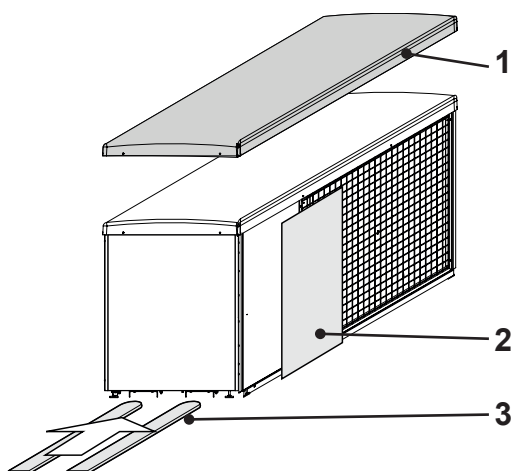

Fig. 06
- Svitare e rimuovere il coperchio della pompa di calore fissato con 6 viti (1, Fig. 06).
- Svitare e rimuovere i rivestimenti laterali (2, Fig. 06) accanto alla griglia di protezione dell'aspirazione.
Il carrello elevatore deve essere applicato sul lato della parte di raffreddamento in direzione longitudinale (3, Fig. 06).